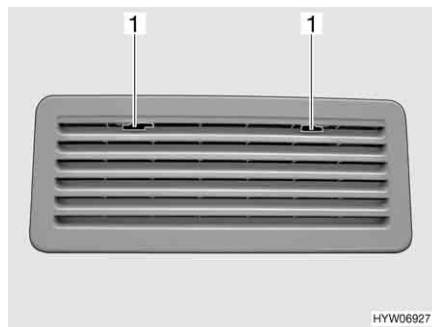

Fig. 75 Griglia di aerazione del frigorifero (Thetford)
- Spingere verso il centro l'arresto (Fig. 75,1).